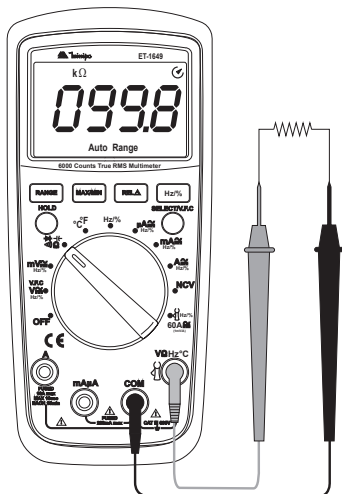

Figura 5
- Usando a função de medida de resistência, é possível fazer o auto teste do fusível, indicado pela Figura 5.